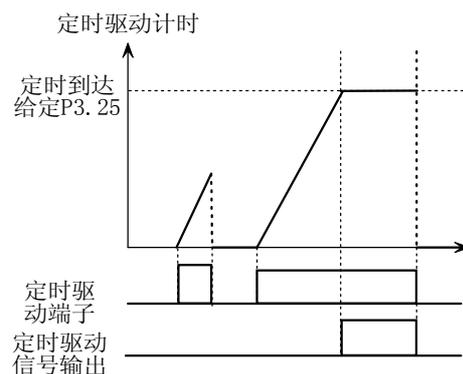

图 5-3-7 定时驱动输入
- ◆ 当定时到达给定P3.25时停止计时。如图5-3-7所示;